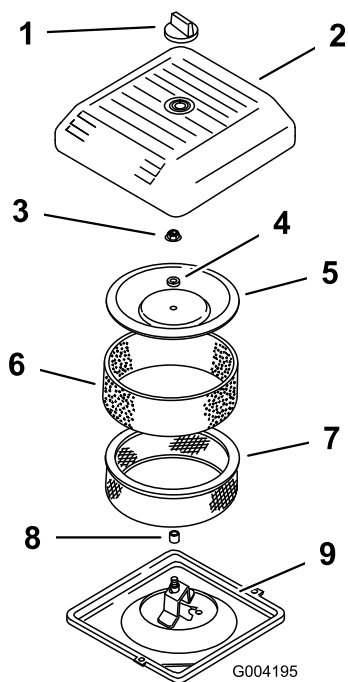

Рисунок 43
3. Отверните ручку и снимите крышку воздухоочистителя (Рисунок 43).
4. Осторожно снимите поролоновый фильтр предварительной очистки с бумажного элемента (Рисунок 43).
5. Отверните гайку крышки и снимите крышку, проставку и бумажный элемент (Рисунок 43).
2. Установите узел воздухоочистителя на его основание (Рисунок 43).
3. Установите крышку, проставку и закрепите их гайкой крышки (Рисунок 43). Затяните гайку с моментом до 11 Н·м.
4. Установите крышку воздухоочистителя и закрепите ручкой (Рисунок 43).